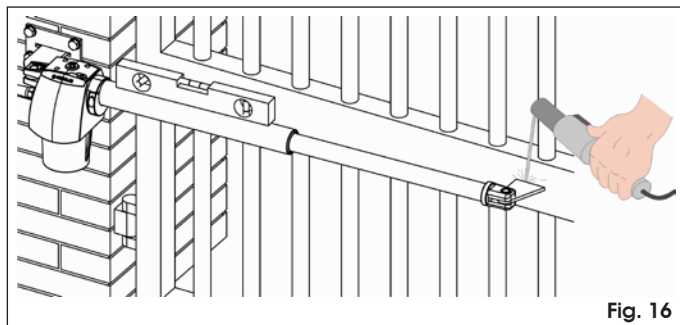

Fig. 16
- Zet de buis van de aandrijving tegen de vleugel tot de voorste beugel tegen de vleugel leunt (Fig. 16).
- Controleer met een waterpas of de aandrijving helemaal horizontaal is, en zet de voorste beugel provisorisch met twee laspunten vast (Fig. 16.).